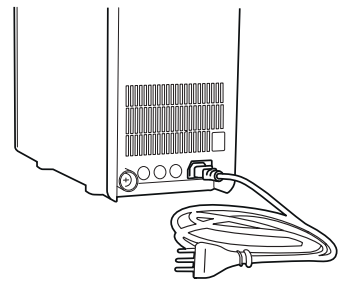

Fig. 16-1
21.9 - Inserire la presa IEC del cavo di alimentazione elettrica in dotazione nella spina IEC posizionata alla base del lato posteriore dell'apparecchio, nell'apposito vano allacciamenti, Fig. 16-1.